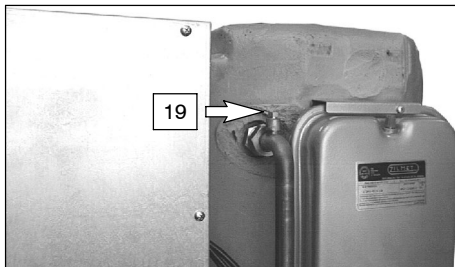

fig. 9.6
- 5 Allentare il raccordo di sfiato del serpentino bollitore 19 in fig. 9.6